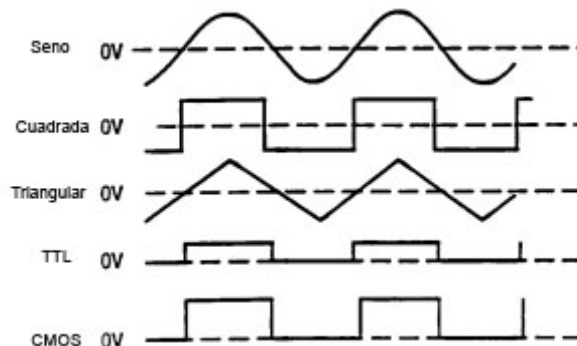

Figura 2. Formas de onda de salida y
1. Inicialmente, verifique los switches DUTY CYCLE (2), CMOS LEVEL(3), DC OFFSET(4), 20dB (5), SWEEP EXT/INT (22) y AM/FM (35) estén desactivados. Esto producirá una onda simétrica no afectada por el generador de barrido y otros controles.
2. Enchufe la unidad en una fuente de energía apropiada y enciéndalo oprimiendo el switch POWER (1)
3. Seleccione la onda de forma deseada (SINE, SQUARE, TRIANGLE) oprimiendo uno de los switches de FUNCTION (9). Sus relaciones de fase se muestran en la figura 2.
4. Seleccione la frecuencia de la onda de forma oprimiendo uno de los switches RANGE (6). La frecuencia de salida se mostrará, junto con las unidades de medida apropiadas, KHz, o Hz (31), en el LED indicador.
5. Gire el control COARSE (28) para fijar la frecuencia de salida rápidamente al valor deseado aproximado. El control FINE (26) puede usarse ahora para fijar el valor exacto en el jack OUTPUT (13). En adición, una señal digital, sea TTL o CMOS esta disponible en el jack TTL/CMOS (15) (refiérase a la sección “TTL/CMOS OUTPUT” de este manual)